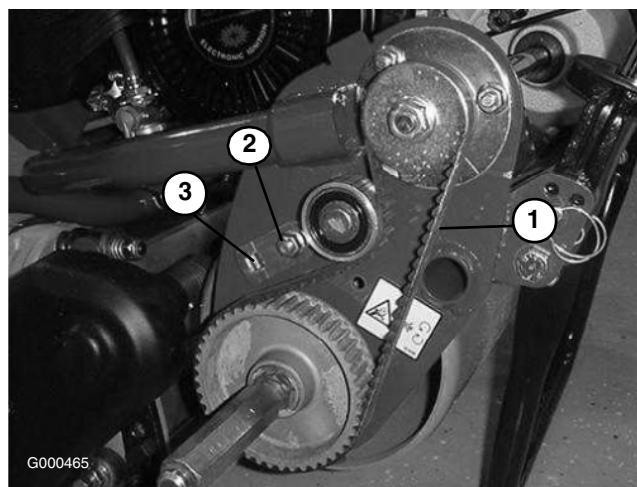

Figure 41
B. À l'aide d'une clé dynamométrique de 3/8", tournez la patte de montage de la poulie de tension avec un couple de 35-40 pouces-livre pour obtenir la tension voulue (Figure 41). Serrez la vis de fixation de la patte de montage de la poulie de tension. Ne tendez pas la courroie excessivement.